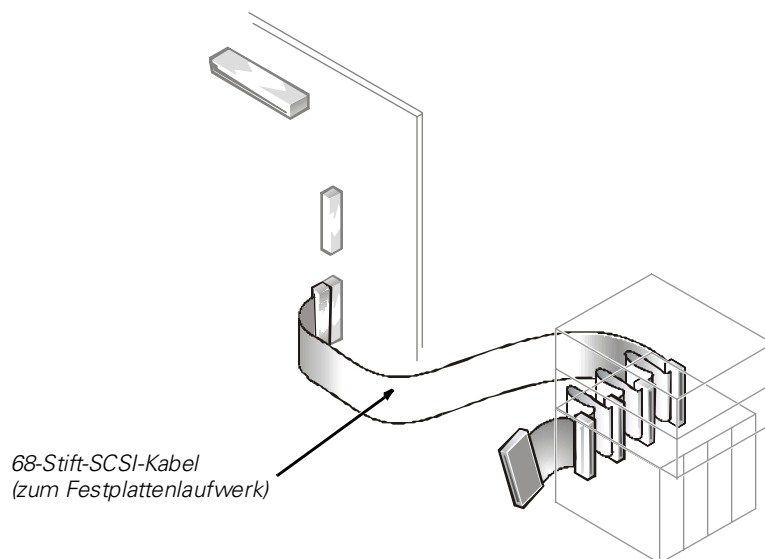

Abbildung 9-11. SCSI-Kabel
- Die anderen Anschlüsse des Kabels werden zum Anschluß von bis zu vier SCSI-Festplattenlaufwerken in den internen Laufwerkschächten verwendet (siehe Abbildung 9-11). Wird der integrierte SCSI-Controller nicht für Festplattenlaufwerke verwendet, kann er an ein SCSI-Bandlaufwerk angeschlossen werden.